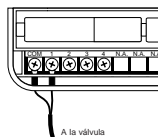

Ilustración 3
3. Conecte el cable común con el tornillo del terminal que dice "COM" (vea la ilustración 3).